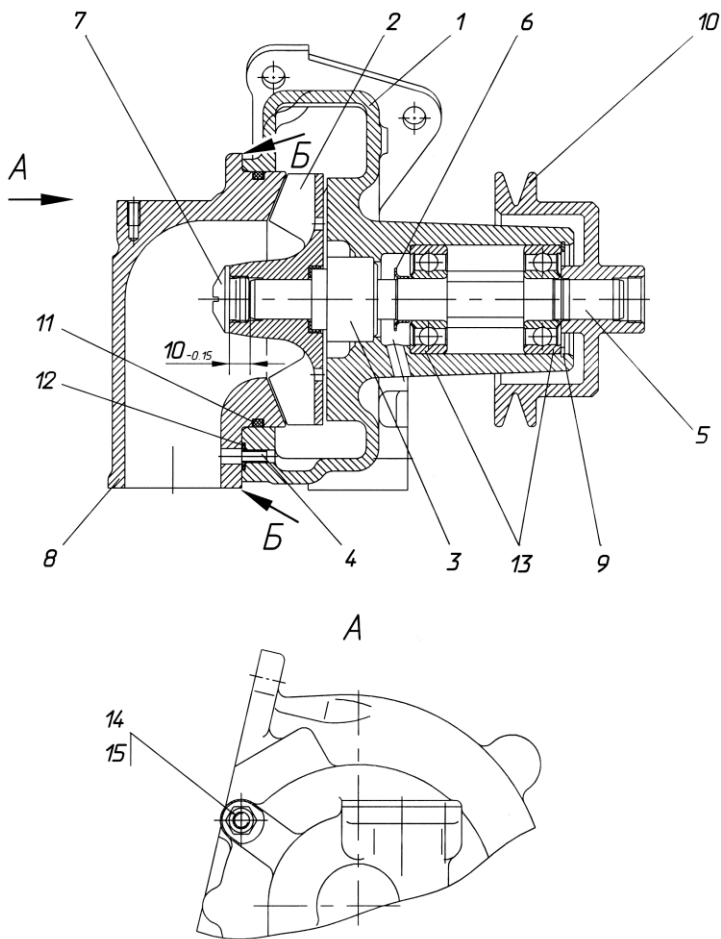

Рис. 96. Водяной насос:
5. Отвернуть гайки 14 (рис. 96) патрубка 8.
13. Выпрессовать из корпуса 1 вал 5 с водосбрасывателем 6 и подшипниками 13 (см. рис. 96).
2. Напрессовать на вал 5 (рис. 96) подшипники 13 и водосбрасыватель 6. При этом необходимо:
9. Напрессовать крыльчатку 2 в сборе с манжетой и уплотнительной втулкой на вал 5 (рис. 96). При этом необходимо:
- установить крыльчатку ив валу в размер $10_{-0,15}$ мм (рис. 96) между торцом вала и торцом ступицы крыльчатки. Для этого необходимо при запрессовке установить на торец вала диск диаметром не более 13 мм и высотой $10_{-0,15}$ мм.